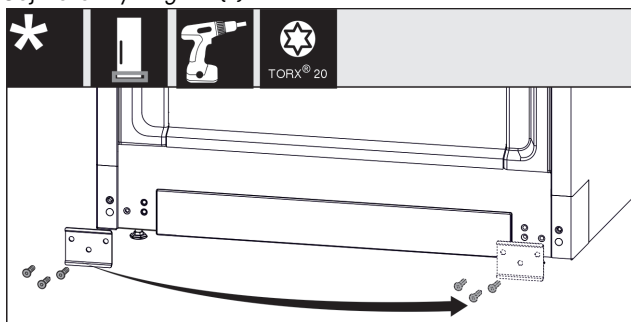

Fig. 15
- ▶ Odšroubujte plech Fig. 15 (1), přesuňte jej na druhou stranu a přišroubujte jej zpět.